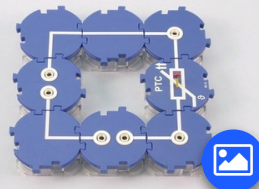
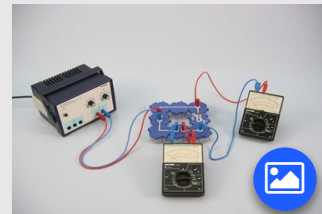

Рис. 1
Рис. 2
- Зберіть експериментальну установку як показано на рис. 1 та рис. 2. Виберіть діапазони вимірювання 10 V і 30 mA.